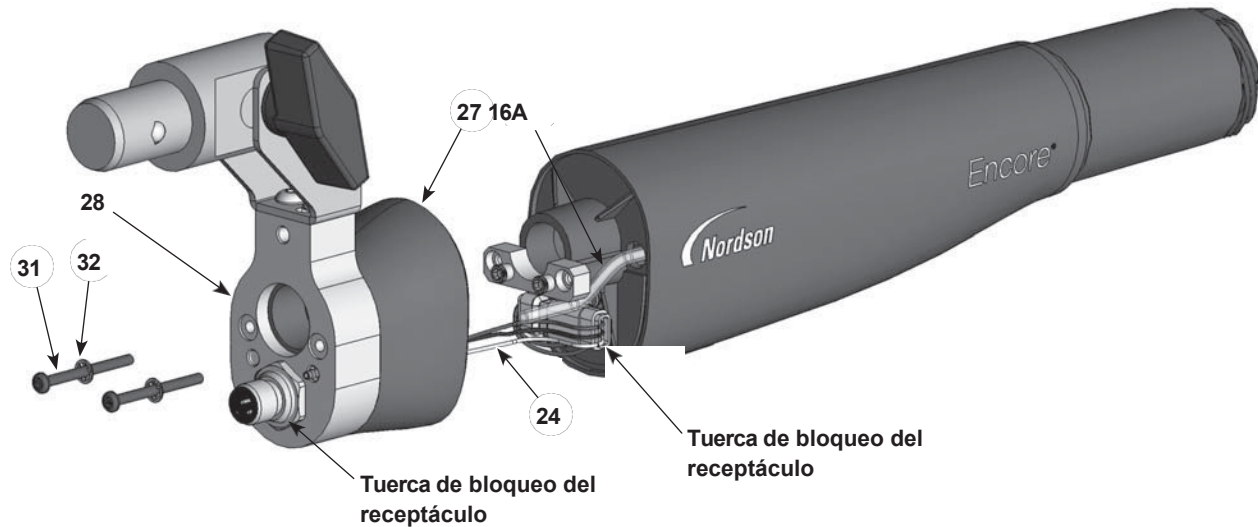

Figura 16 Desmontaje del pistón de la pistola () - Sustitución del tubo de pólvora
3. Véase la Figura 16. Desatornille y retire los dos tornillos de cabeza Philips (31) y las arandelas de seguridad dentadas internas (32) de la tapa del extremo (28).
- c. Véase la Figura 16. Desatornille la tuerca de seguridad del receptáculo y, a continuación, retire el receptáculo y el arnés de la tapa del extremo.
17. Véase la figura 16. Instale la tapa final y el conjunto del cuerpo trasero de la pistola en el cuerpo de la pistola, asegurándose de no pellizcar los cables del arnés.